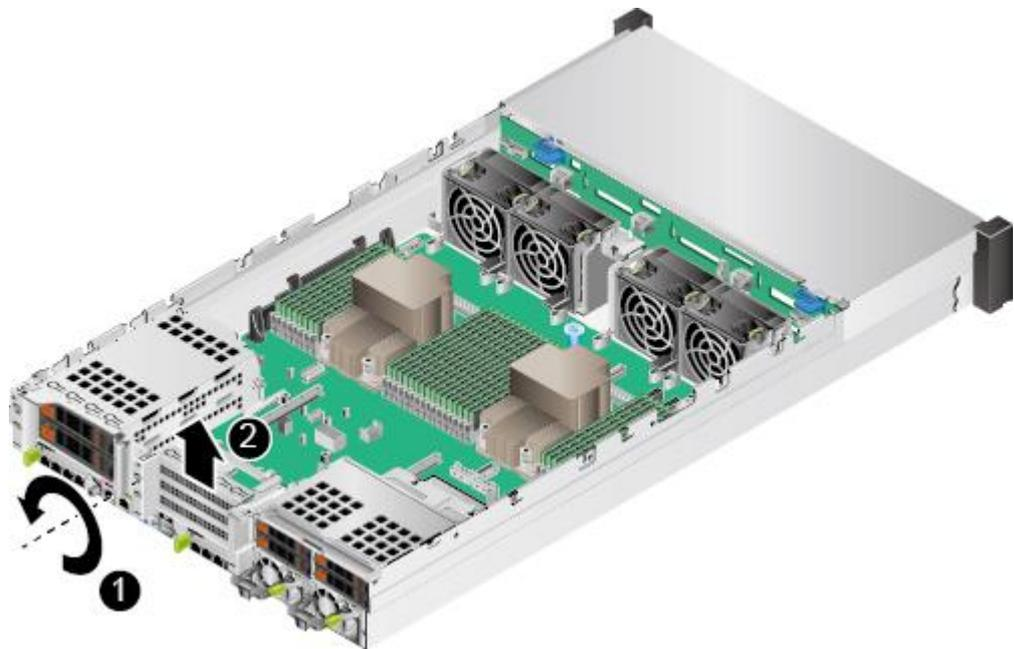
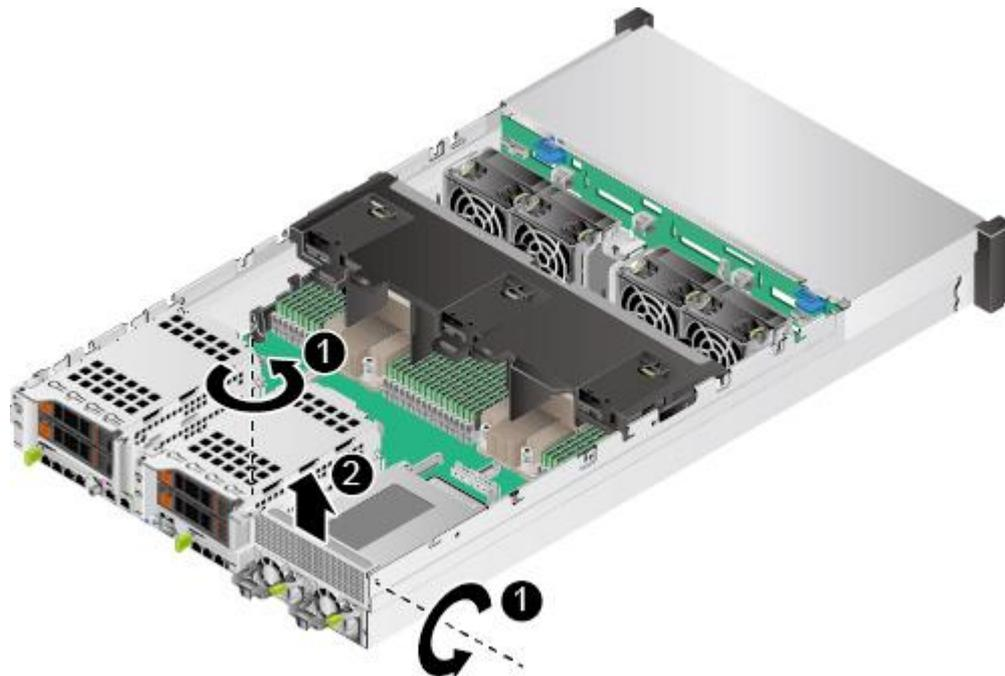

图 3-24 拆卸空闲挡板（1）
图 3-25 拆卸空闲挡板 (2)
6. 拆卸 Riser 卡托架空闲挡板，如图 3-24 和图 3-25 所示。